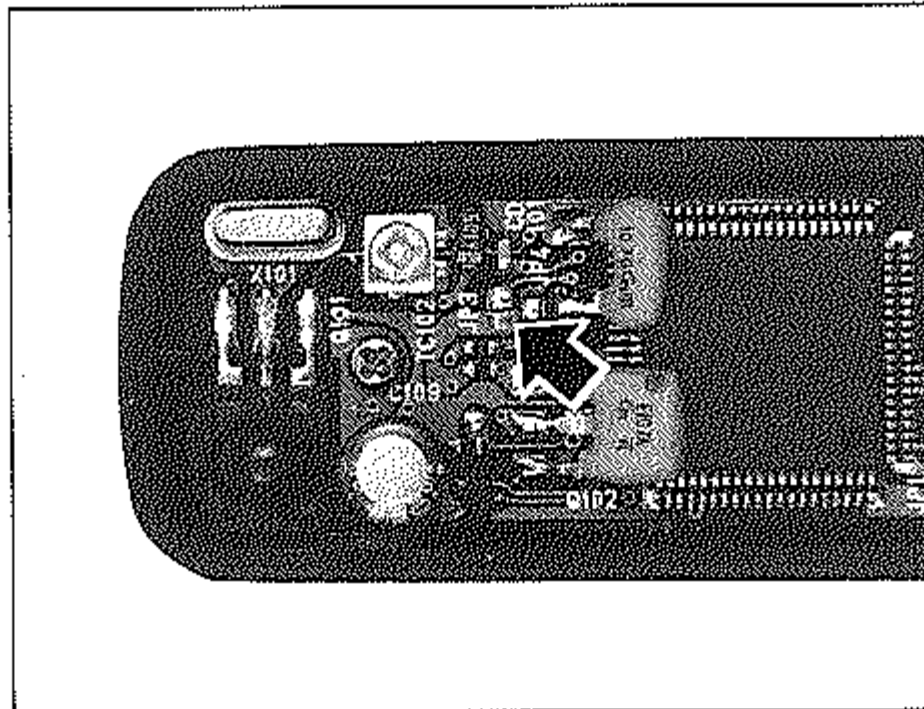

図 6
- (2) 図6に示した、基板上のパターン間 (JP3) を、ハンダ等でジャンパーします。
- (3) 以上で改造は終了です。受光部ユニットのカバーを元通りに取り付けます。